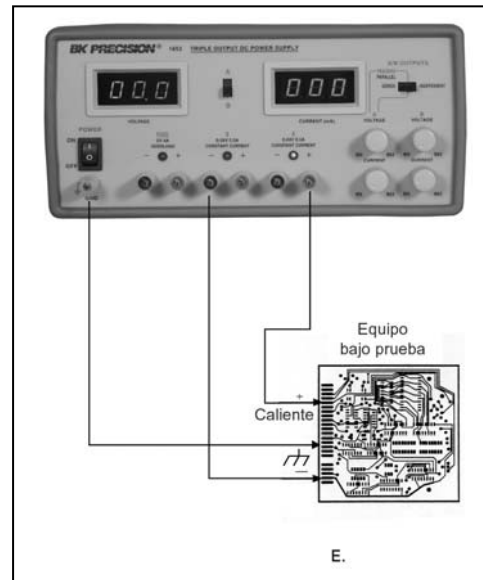

Fig. 8. Posibilidades de conexión a tierra en la operación de rastreo en serie (0-48V) (3 de 3)
8. La Fig. 8 muestra las posibilidades de conexión a tierra al usar la unidad como fuente de 0-48V.
- a. Si la polaridad negativa del circuito bajo prueba es también el chasis o común, puede conectarse a tierra uniendo la terminal (-) negra de “B” con la verde (GND) de “B” como se muestra en la Fig. 8